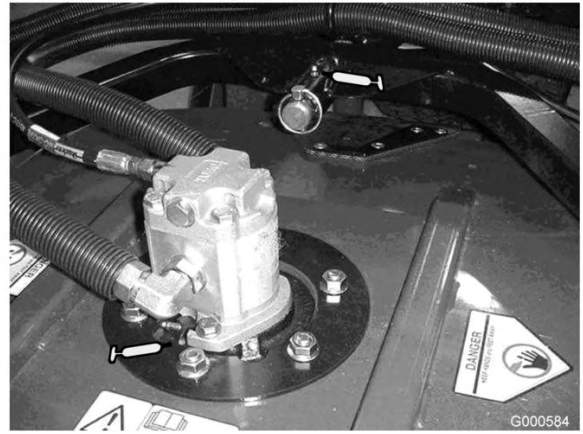

図 28
- ・ カuttingユニットのスピンドル・シャフトのベアリング (各Cuttingユニットに1ヶ所) (図 28)
- ・ カuttingユニットのキャリア・アームのブッシュ (各Cuttingユニットに1ヶ所) (図 28)